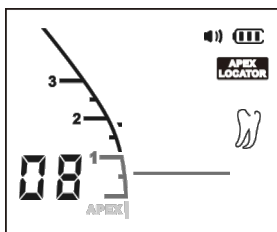

図8
- 3) MODE SWITCH ボタンを繰り返し押してアベックスロケータモードに切り替えると、視覚的な情報が表示され、**APEX LOCATOR** が表示されたら、アベックスロケータが使用可能な状態になったことを示します。（図8）